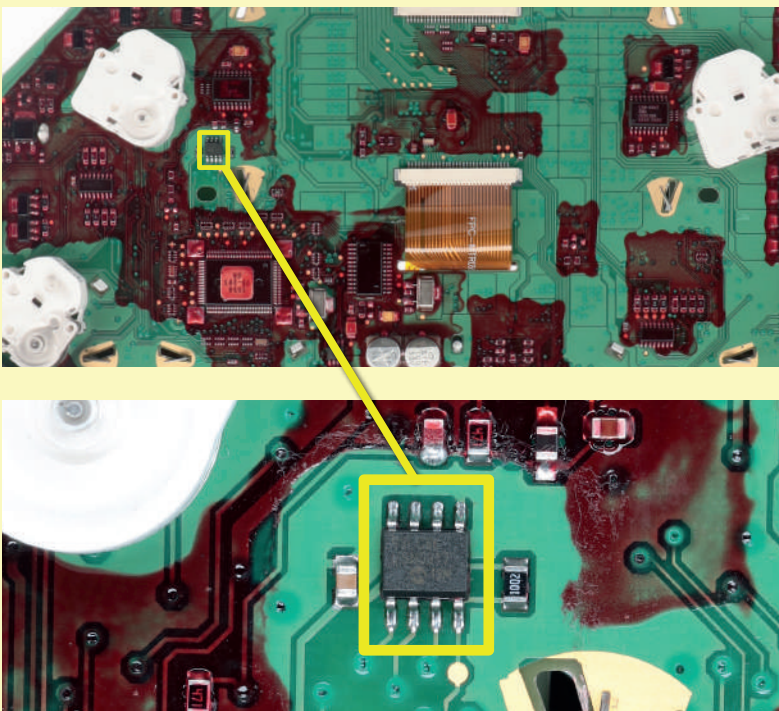

Figura 4
- Dissaldare ed effettuare un backup della EEPROM **93C86** (evidenziata in figura 4)